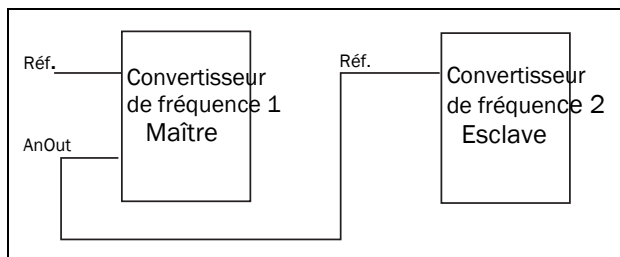

Fig. 129
- signal de référence pour le convertisseur de fréquence suivant dans une configuration Maître/Esclave (voir fig. 129).